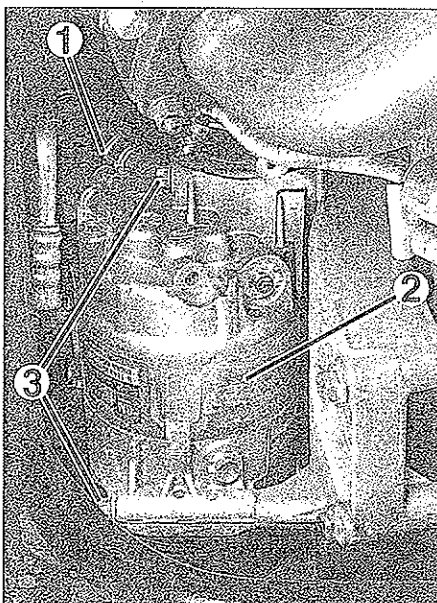

FIG. 24
- Desmontar el racor (1) de los conductos de refrigerante del compresor (2) y taponar los orificios (fig. 24).
- Desmontar los tres tornillos de fijación (3) del compresor.